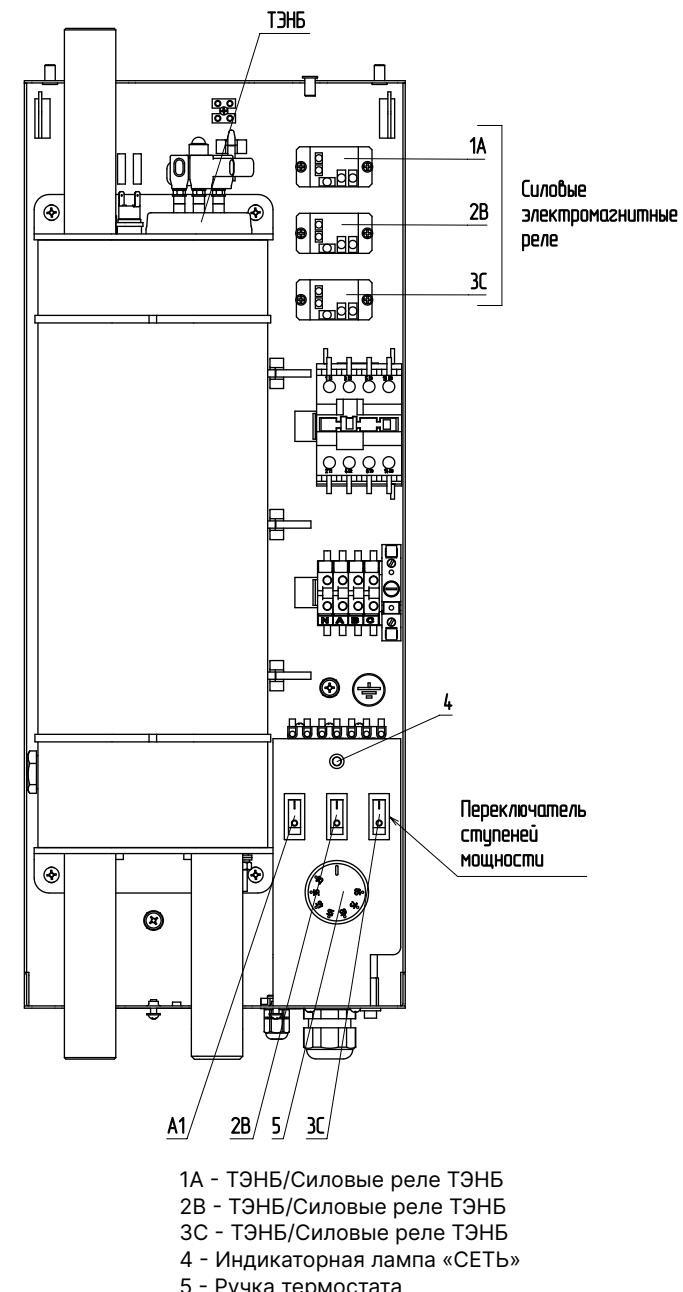

Рис.2 Органы управления электрического котла
- Установите необходимую температуру теплоносителя на шкале ручке терmostата (**рис.2 поз.5**).
- Включите требуемое количество ступеней мощности в положение включено (I) (**рис.2 поз.1A, 2B, 3C**).
- Загорается индикаторная лампа «СЕТЬ» (**рис.2, поз.4**) информирующая о наличии напряжения на котле.